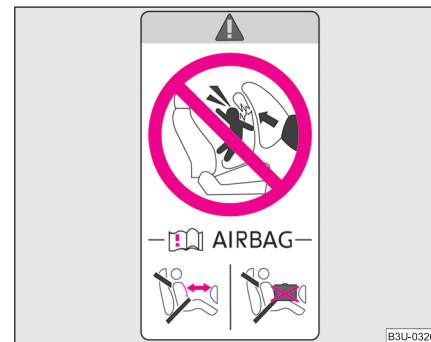

Fig. 135 Autocolant pe stâlpul central al ușilor, partea pasagerului din dreapta
- **Asupra acestui aspect atenționează și autocolantul amplasat pe partea dreaptă, pe stâlpul central al ușilor ⇒ fig. 135. Eticheta poate fi observată după deschiderea ușii pasagerului din dreapta. În unele țări, eticheta este lipită pe parasolarul pasagerului din dreapta.**